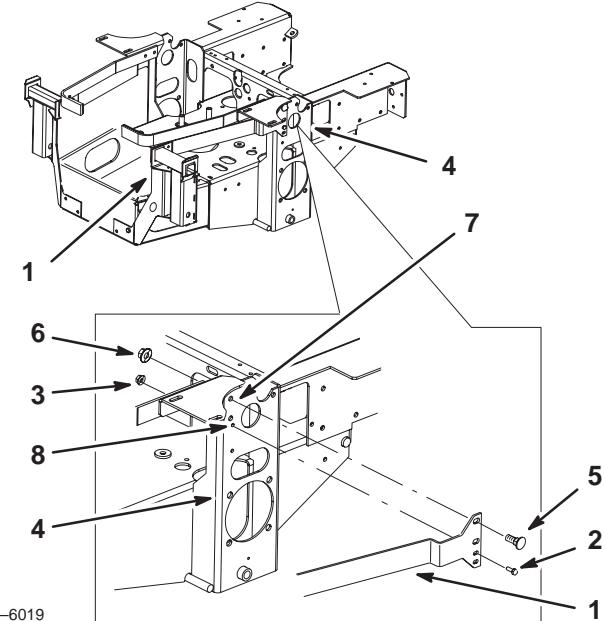

Bild 11
2. Schrauben Sie die Graskollektorbefestigungshalterung lose in das bestehende 6 mm Loch im Seitenchassis. Verwenden Sie eine Schraube (1/4 x 3/4 Zoll) und eine Bundmutter (1/4 Zoll) (Bild 11).
3. Schrauben Sie die Graskollektorbefestigungshalterung lose in die zwei Löcher im Seitenchassis. Verwenden Sie zwei Schlossschrauben (3/8 x 7/8 Zoll) und zwei Bundmuttern (3/8 Zoll) (Bild 11).
4. Ziehen Sie die Graskollektorbefestigungshalterung am Seitenchassis fest (Bild 11). Siehe Drehmomenttabelle.